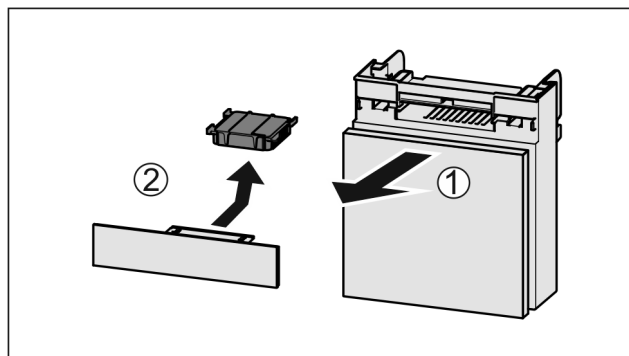

Fig. 50
- ▶ Вытянуть Fig. 50 (1) отделение движением вперед.
- ▶ Извлечение Fig. 50 (2) фильтра с активированным углем.